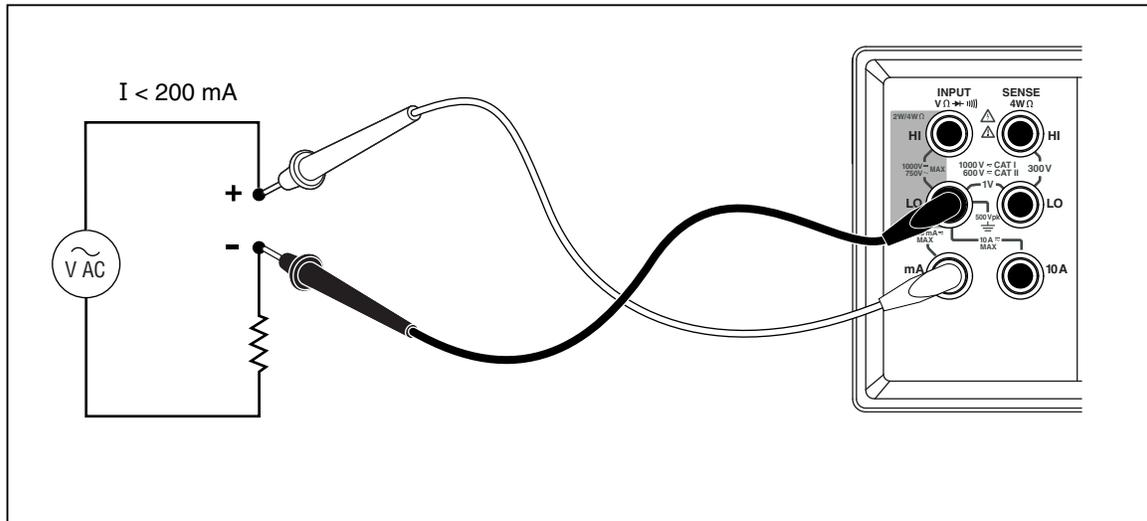

Figura 3-8. Misurazione di corrente &lt; 200 mA
4. Se si prevede che la misurazione sia inferiore a 200 mA, collegare i cavetti di prova solo ai terminali 200 mA e LO e rimuovere eventuali cavetti del terminale 10 A. Vedere la Figura 3-8.